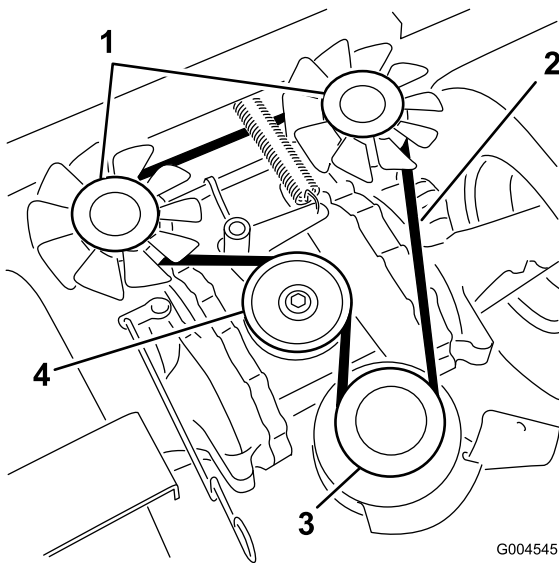

Figure 45
2. Retirez le boulon de la butée d'embrayage et débranchez le fil de l'embrayage électrique (Figure 45).
3. Tirez sur la poulie de renvoi pour détendre la courroie sur la poulie de renvoi (Figure 45).
4. Retirez la courroie d'entraînement de pompe des poulies du moteur et des pompes (Figure 45).
5. Montez la courroie neuve sur les poulies du moteur et des pompes hydrauliques (Figure 45).
7. puis relâchez-la (Figure 45).